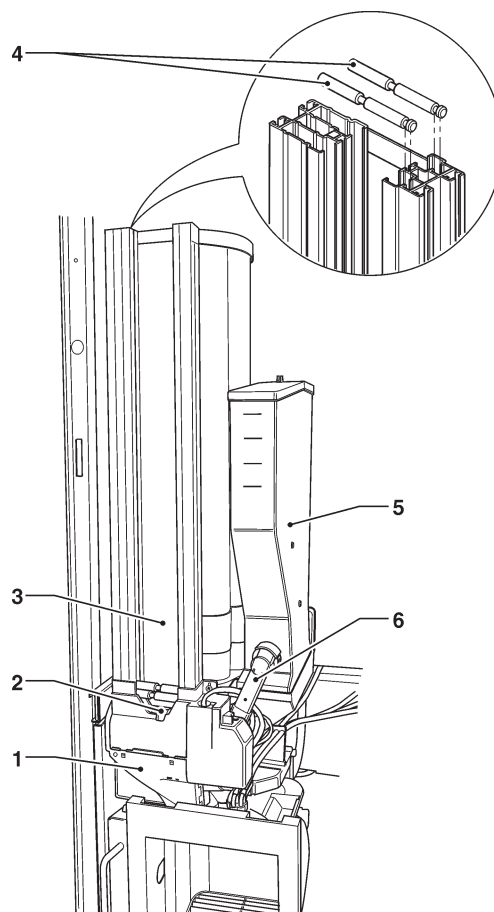

Рис. 9
- Снимите внешний и внутренний утяжелители для размешивателей, для этого извлеките их через верхнюю часть (см. рис. 9).